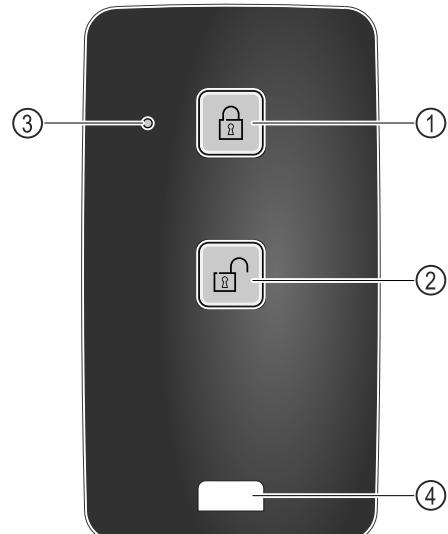

Fig. 212
- Pulsar el botón Fig. 212 (1) del mando a distancia.
- Pulsar el botón Fig. 212 (2) del mando a distancia.
- El LED de estado Fig. 212 (3) emite una señal visual al pulsarse el botón.
- Anilla Fig. 212 (4) para la fijación del mando a distancia, p. ej., en un llavero.